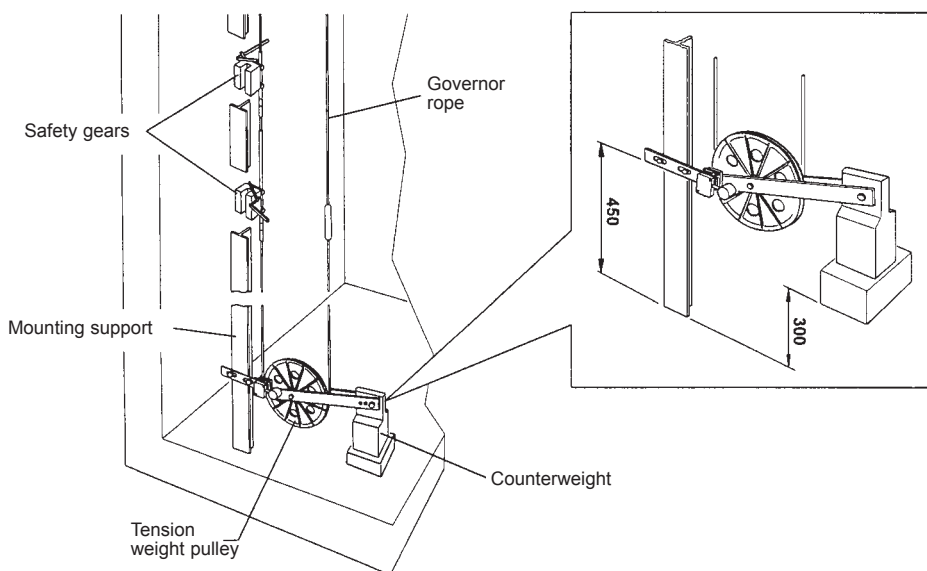

Fig. 11
If the assembly has been properly carried out, the counterweight should take a slightly upward angled position (approx. 300 mm, fig. 11).
- en aucun cas, le contrepoids ne doit être au contact du sol (Fig. 11), dans le cas contraire, le limiteur de vitesse est mis hors service.